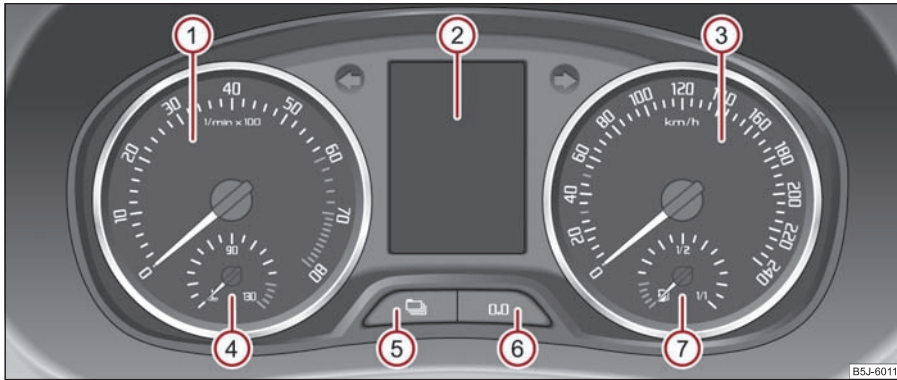

Abb. 15 Kombi-Instrument
Der rote Bereich der Drehzahlmesserskala ① ⇒ Abb. 15 kennzeichnet den Bereich, in dem das Motorsteuergerät beginnt, die Motordrehzahl zu begrenzen. Das Motorsteuergerät begrenzt die Motordrehzahl auf einen sicheren Grenzwert. ►
Die Kühlmitteltemperaturanzeige (4) ⇒ Seite 15, Abb. 15 arbeitet nur bei eingeschalteter Zündung.
Die Kraftstoffvorratsanzeige (7) ⇒ Seite 15, Abb. 15 arbeitet nur bei eingeschalteter Zündung.
Halten Sie den Rückstellknopf **⑥** ⇒ Seite 15, Abb. 15 ca. 1 Sekunde gedrückt, wird der Tageszähler auf Null zurückgestellt.